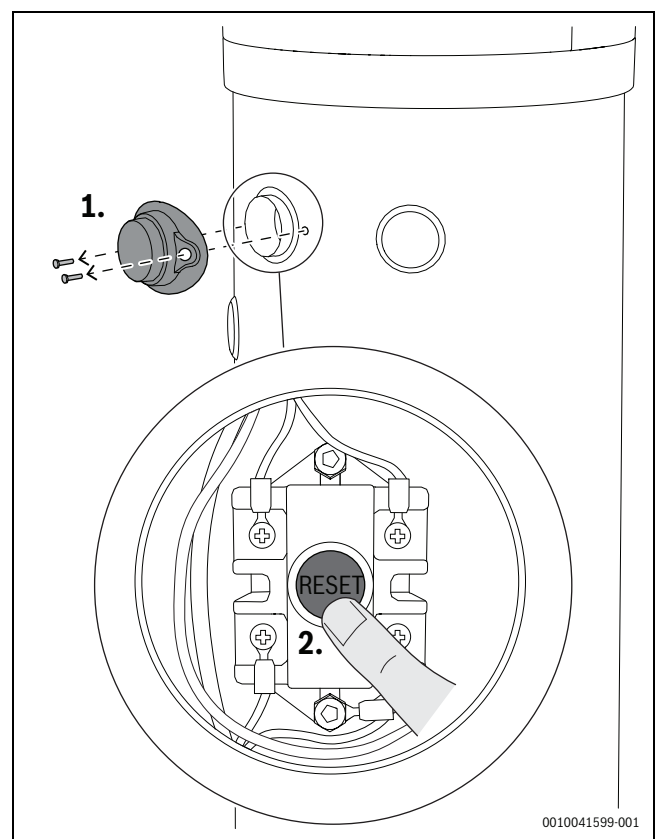

Bild 31 Thermostat-Reset
- Kunststoffabdeckung entfernen. Hierzu die entsprechenden Feststellschrauben lösen (Schritt 1, Abb. 31)
- Sicherheitsthermostat manuell zurücksetzen (Schritt 2, Abb. 31)